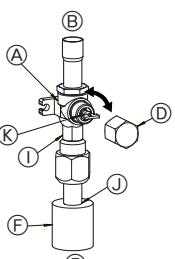

Fig. 4-5
(1) Πλευρά αερίου RP60-140 (Fig. 4-5)
- ① Αφαιρέστε την τάπα και κατόπιν κάντε περιστροφή 90 μοιρών προς τα αριστερά με ίσο κατεσβίδιο για πλήρης ανοίγμα.
- ② Ελέγχετε ότι οι βαλβίδες είναι τελείως ανοιχτές και στη συνέχεια επαναφέρετε την τάπα στην αρχική της θέση και σφίξτε την.